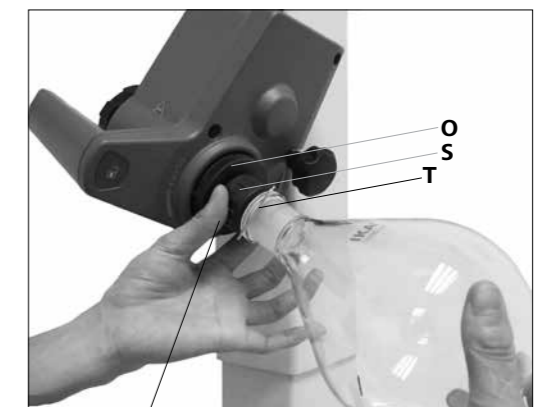

Fig.15b
- クリップがフランジに付くまでプラスチック製ナット (P) をクリップ (S) と共に反時計回りに回します。(Fig. 15b)
- 次にクランプがフランジを強く上に押しつける状態になるまでプラスチック製ナットを時計回りに回します。この時、蒸気パイプの固定装置 (O) を持って支えます。